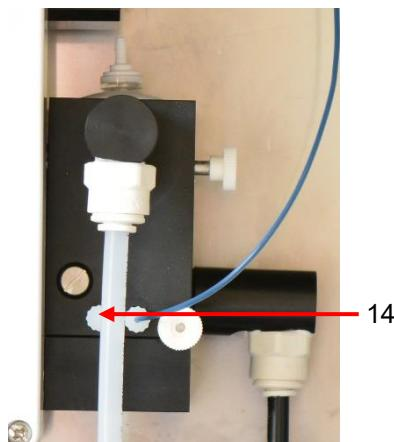

Figura 5
21. Atornille el módulo completo a la unidad de control mediante los dos tornillos (10) con un par de apriete de 0,4 Nm.
22. Vuelva a enroscar la primera manguera (13) en la cámara de medición desde arriba.
23. Vuelva a enroscar la segunda manguera (12) en la botella indicadora desde arriba.
24. Retire el tapón ciego (14) de la cámara de medición (véase la figura 5).
25. Atornille la tercera manguera (9) a la cámara de medición.
26. Enrosque la cuarta manguera (8) a la botella con la solución limpiadora. El procedimiento es el mismo que para conectar una botella indicadora, véase el capítulo 5.2. Puesta en servicio en el manual de instrucciones.